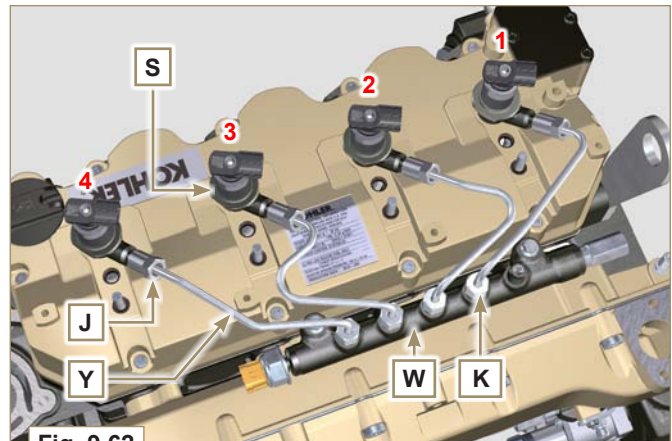

Fig. 9.62
- Die Leitungen **Y** (Fig. 9.62) austauschen, wenn sich die Schrauben **B1** nicht mehr ungehindert anschrauben lassen.